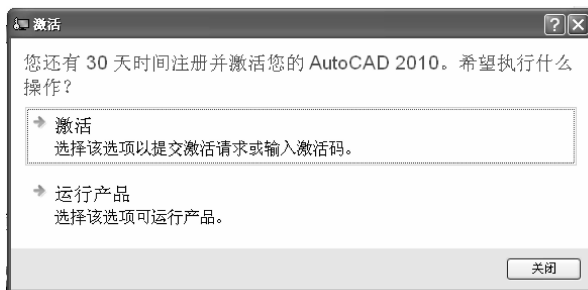

图 1-8 激活页面
(8)启动 AutoCAD 2010 中文版后,进入如图 1-8 所示的激活页面,选择“激活”选项继续。